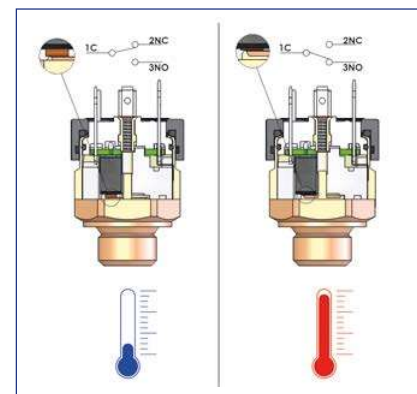

FIG. 3
- Nella versione con CONTATTI IN SCAMBIO (SPDT) di Fig. 3, la temperatura del fluido sull'elemento separatore, determina invece la commutazione di un microswitch. In quest'ultima versione è possibile utilizzare indifferentemente N.C. che N.A. che entrambi.
- In the SWITCHING CONTACTS (SPDT) of Fig. 3 version, the temperature of the fluid on the separating element causes a microswitch to switch. Either NC or NO contacts, or both, can be used in this version.